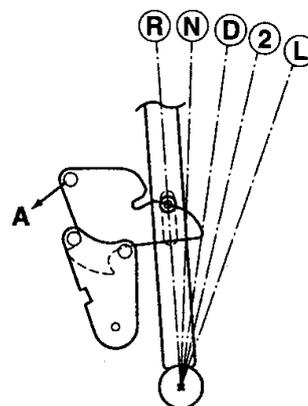

Рис. 5
- 6) Перед началом регулировки и после ее окончания стопорный кулачок и блокирующий кулачок Р не должны находиться в положении, показанном на рис. 5 и 6.
Если стопорный кулачок и блокирующий кулачок *P* находятся в положении, показанном на рис. 5, перемещение рычага селектора с усилием из положений *D*, *2*, *L* в положения *P*, *R*, *N* может вызвать нарушение работы этих деталей. Для перемещения рычага селектора из положений *D*, *2*, *L* в положения *P*, *R*, *N* при положении кулачков, показанном на рис. 5 следует предварительно повернуть блокирующий кулачок *P* в направлении стрелки «А».